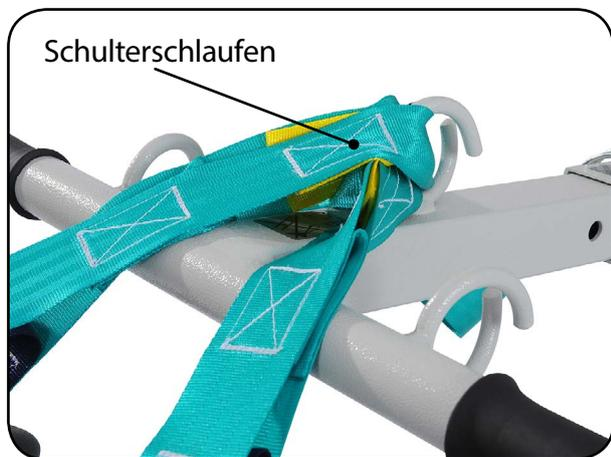
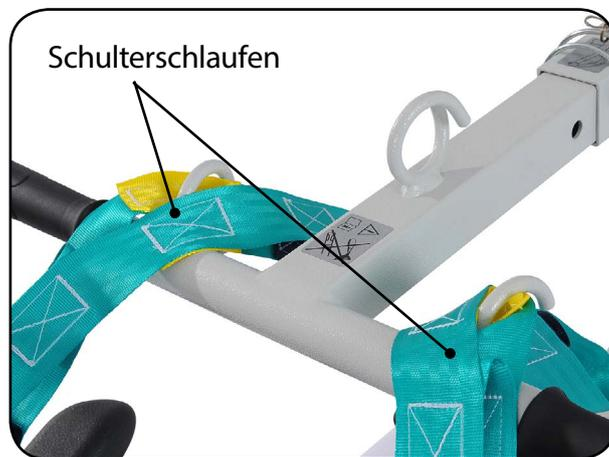

Abb. 9.2.07 – Gurtgeschlaufen im mittleren Haken des Hebearmes
Abb. 9.2.08 – Gurtgeschlaufen in den äußeren Haken des Hebearmes
13. Hängen Sie die Schultergeschlaufen des aks-Aufrichtgurtes mit Brustschlaufe entsprechend dem Kapitel **Transportbügel** (Gebrauchsanweisung des jeweiligen Liftergurtes) so eng wie möglich an die Haken des Hebearmes. Achten Sie auf die gleiche Position, erkennbar an der farblichen Kennzeichnung der Schlaufen. Die Schultergeschlaufen können zusammen im mittleren Haken eingehängt werden (Abb. 9.2.07) oder es kann jeweils eine Schultergeschlaufe in die zwei äußeren Haken eingehängt werden (Abb. 9.2.08).